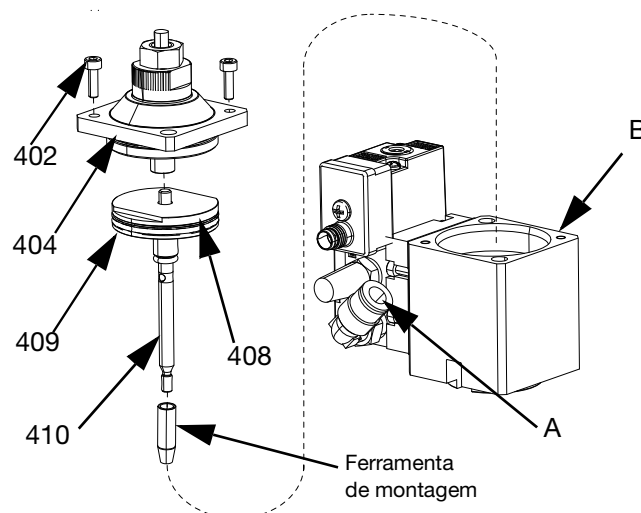

FIG. 23
4. Para montar a secção de ar (B) nas válvulas com conjuntos de bico snuff-back:
- a. Substitua o o-ring (408) do pistão caso este esteja riscado, cortado ou gasto. Consulte a FIG. 23
- b. Aplique o adesivo azul anaeróbio fornecido nas roscas da haste do pistão (410).
- c. Enrosque a haste do pistão (410) do pistão (409).
- d. Colocar as superfícies planas do pistão (409) num torno. Coloque uma chave Allen no orifício da haste do pistão (410). Aperte a um binário de 8-10 pol.-lbs (0,9-1,1 N•m). Coloque a porca (417) na haste de pistão e binário para 24-36 pol.-lbs (2.7 - 4.1 N•m).
- e. Insira o conjunto do pistão com a ferramenta de montagem instalada no o-ring no fundo da secção de ar (B).